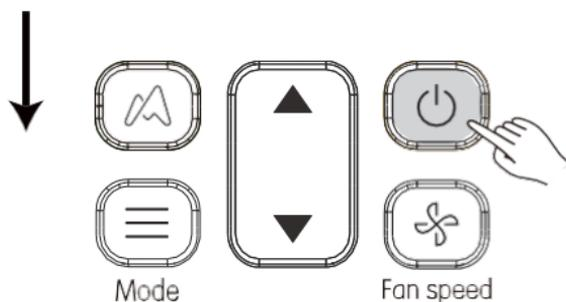

Abbildung 4.2
- ② Drücken Sie  und , um den Parameterwert einzustellen.
- ③ Sobald die Einstellung abgeschlossen ist, drücken Sie  oder warten Sie 5 Sekunden, um die Parametereinstellungen zu speichern. Die Reihenfolge der Bedienung der Taste ist in Abbildung 4.2 dargestellt.